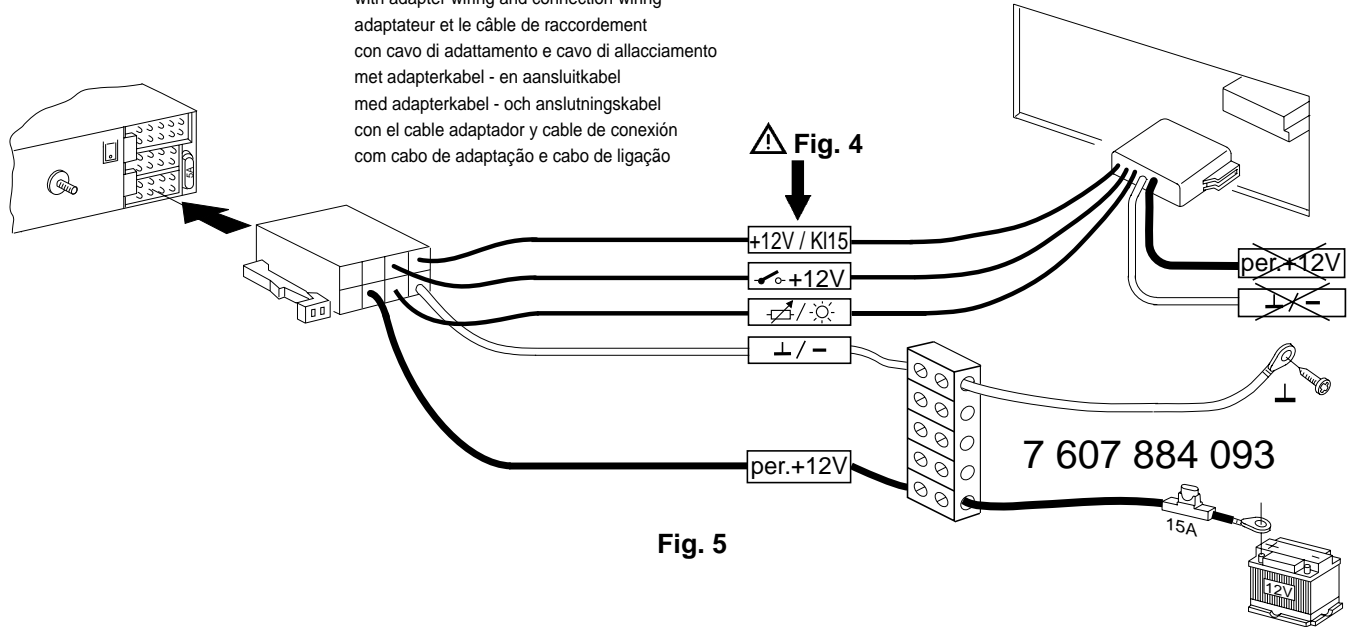

Fig. 5
- Plus-/Minus-Anschluß mit Kfz.spezifische Adapterkabel ..... Fig. 5
- Positive/negative connection with vehicle-specific adapter cable ..... Fig. 5